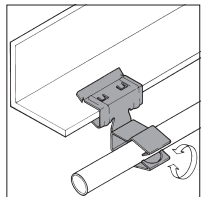

Fig. 2
- Charge statique maximale Fig. 2 : 15 lb